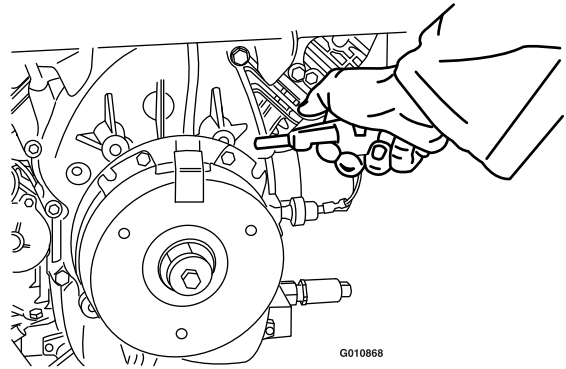

Figura 76
3. Utilizar un compresor de aire, elimine cualquier residuo de debajo del polo de freno y de alrededor de los espaciadores del freno (Figura 76).